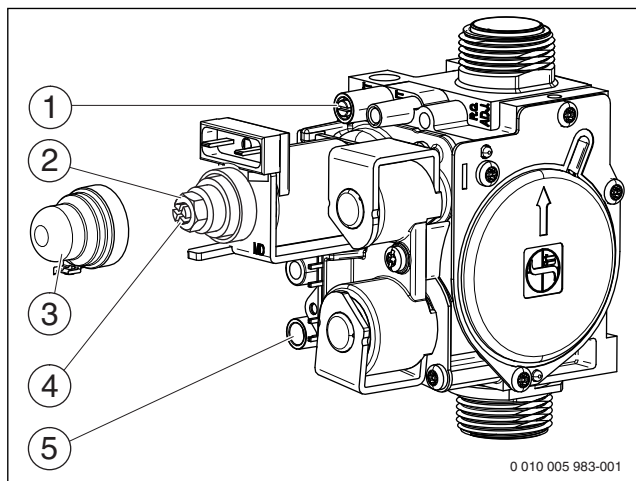

Рис. 26 Газовая арматура
- ▶ Отверните уплотнительный винт штуцера измерения давления на форсунках (рис. 26, [1]) и подсоедините U-образный манометр.
- ▶ Снимите крышку (рис. 26, [3]).
- ▶ Значение «max» давления (мбар) на форсунках приведено в таб. на стр. 40. Установите давление на форсунках регулировочным винтом максимального расхода газа (рис. 26, [2]). Поворот направо - больше газа, поворот налево - меньше газа.
- ▶ Значение «min» давления (мбар) на форсунках приведено в таб. на стр. 40. Установите давление на форсунках регулировочным винтом минимального расхода газа (рис. 26, [4]).
- ▶ Выключите котёл и закройте газовый кран, отсоедините U-образный манометр и заверните уплотнительный винт (рис. 26, [1]).
- ▶ Отверните уплотнительный винт на штуцере измерения подаваемого давления газа (рис. 26, [5]) и подсоедините манометр.
- ▶ Установите и опломбируйте крышку (рис. 26, [3]).
- ▶ Снимите заглушку с измерительного штуцера дымовых газов (→ рис. 26, [1]).